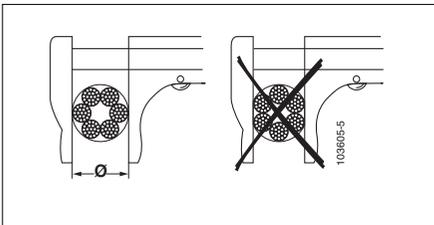

Abb. 5
- Verringerung des Durchmessers um 10 % gegenüber dem Nenndurchmesser des Seils (Abb. 5),